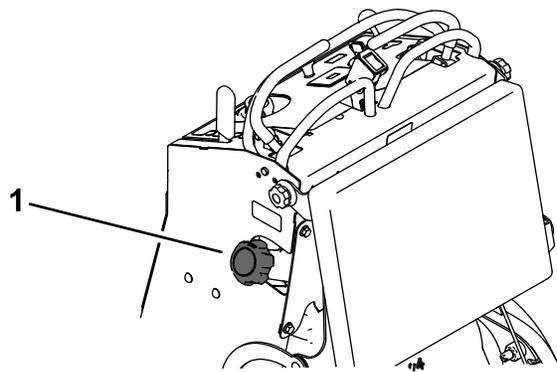

Figura 32
3. Limpie alrededor del tapón de combustible para evitar que los residuos penetren en el depósito de combustible (Figura 32).
6. Con la bomba de sifón, drene el combustible en un recipiente para combustible limpio (Figura 32).